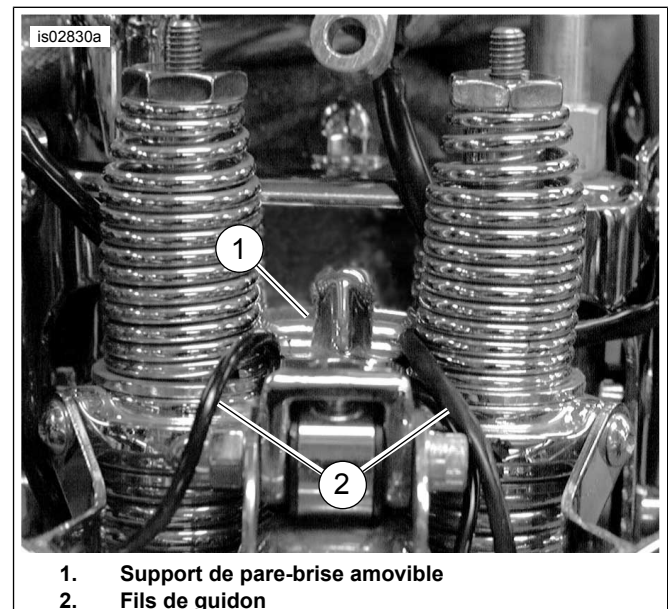

Figure 1. Acheminement des fils autour du support
9. Voir Figure 1. Glisser le support de pare-brise chromé (1) en place. Conserver les fils du guidon (2) à l'extérieur du support et devant ce dernier.